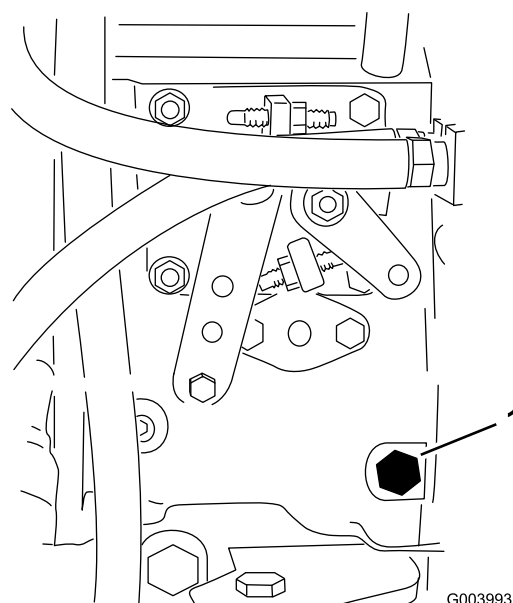

Figura 35
3. Con una chiave di 12 mm aprite la vite di spurgo dell'aria, situata sulla pompa di iniezione del carburante (Figura 35).